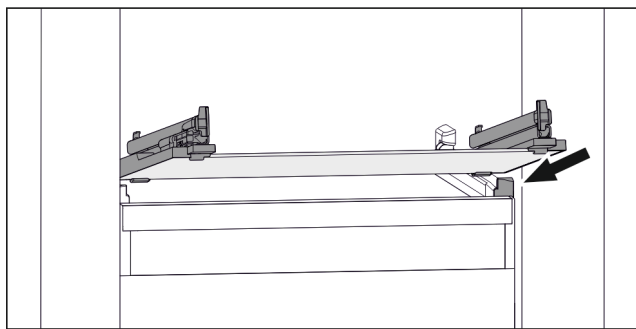

Fig. 140 Příklad znázornění skleněné desky
- ▶ Nasadte skleněnou desku šikmo za zarážky. (viz Fig. 140)